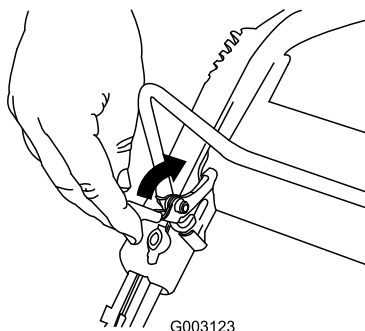

Figure 17
1. Tirez le verrou de la barre de commande en arrière (Figure 17).